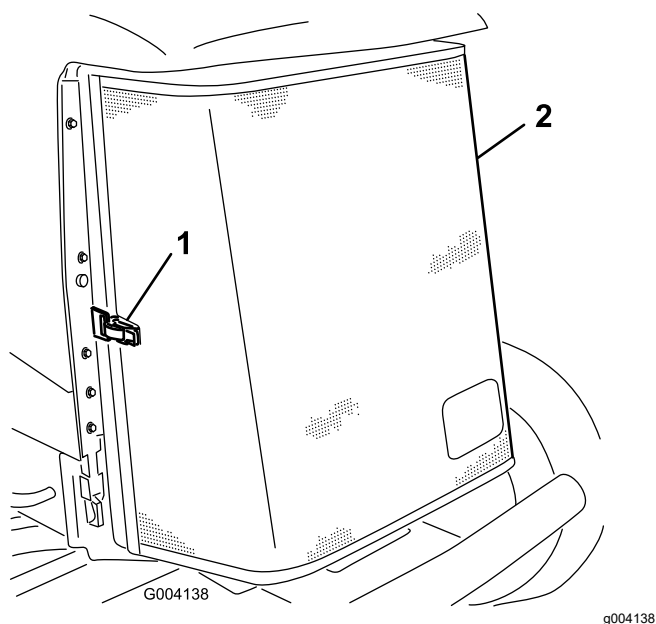

Figure 142
3. Déverrouillez le loquet et ouvrez la grille arrière (Figure 142).